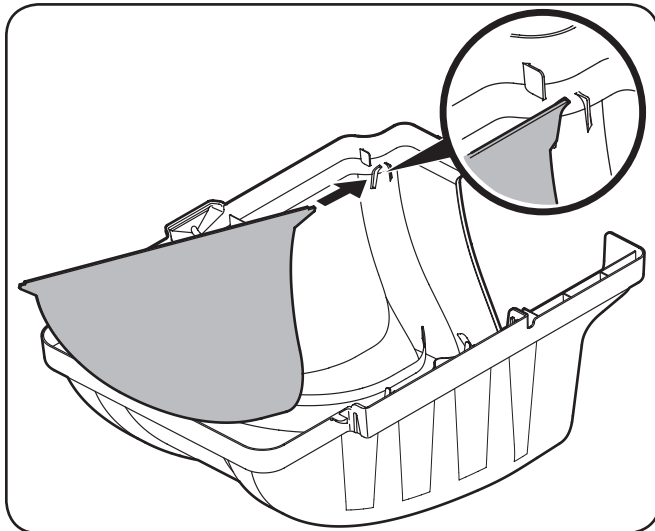
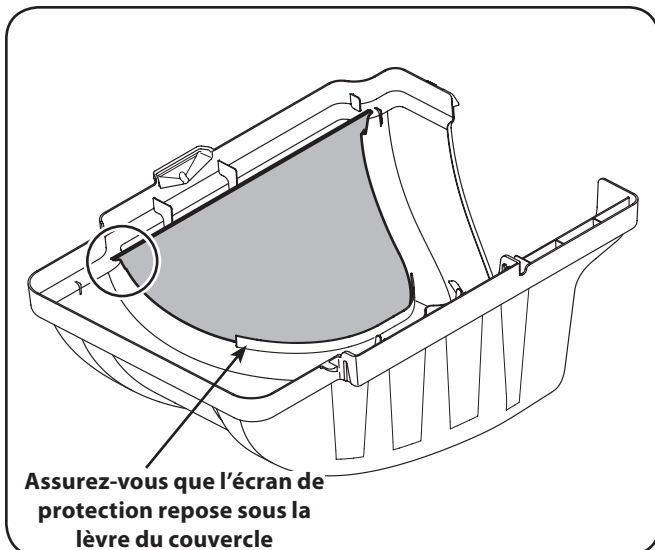

Figure 4-13
Figure 4-14
3. Installez l'écran de protection du dispositif d'ensachage sur le couvercle du dispositif d'ensachage en insérant d'abord l'extrémité la plus proche du côté avec la découpe dans le trou de montage, comme illustré à la figure 4-13. Assurez-vous de placer l'écran de protection sous la lèvre, comme illustré à la figure 4-14.
4. Insérez dans l'autre côté en poussant l'écran de protection dans la découpe fournie. Consultez la figure 4-14.